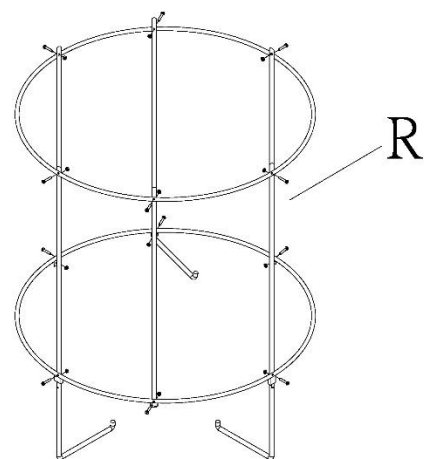

Abbildung 13
18. Die kurzen und die langen Rahmenstützstreben wie in Abb. 13 gezeigt abwechselnd in die Bügel einschrauben. Mit den je zwölf Flachkopfschrauben und Sechskantmuttern (HP10, HP11) sichern. (Hinweis: Die Wölbungen an den langen Stützstreben müssen wie in der Abbildung gezeigt nach innen weisen.)